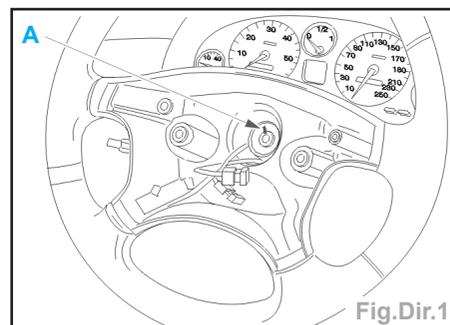

Fig.Dir.1
- Desserrer la vis de fixation (A) du volant de quelques filets (Fig.Dir.1).